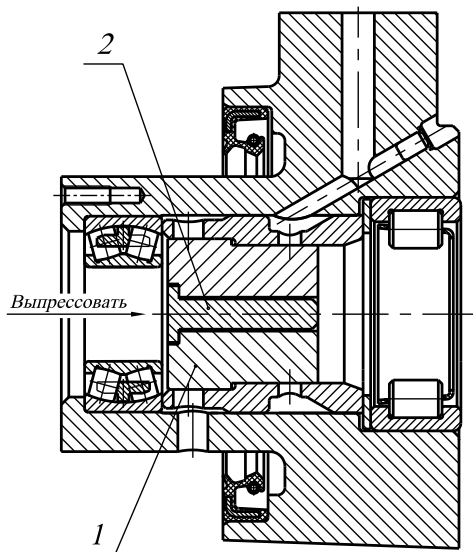

Рис. 35. Выпрессовка распорной втулки
9. Отвернуть болты крепления упорного фланца 16, выпрессовать наружную распорную втулку 21 и наружную обойму заднего подшипника. Во избежание передачи осевого усилия через сепаратор переднего подшипника, выпрессовку необходимо проводить с помощью специального приспособления, как показано на рис. 35 и 36. После этого извлечь из корпуса передний подшипник.